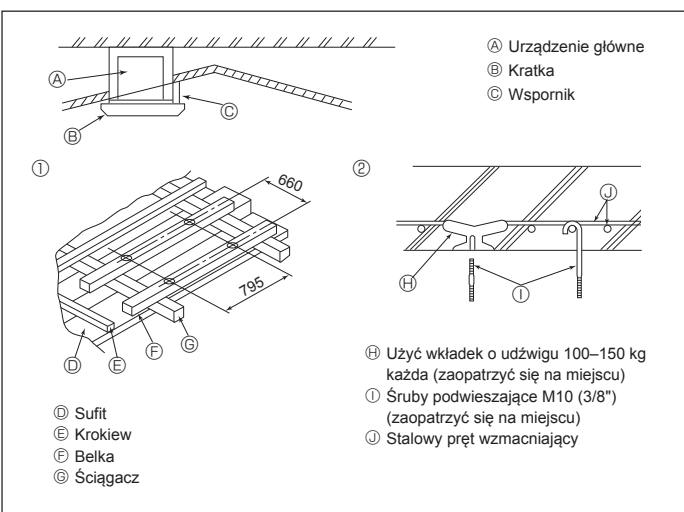

Fig. 3-5
3.5. Konstrukcja podwieszenia (miejsce podwieszenia powinno mieć wytrzymałą konstrukcję) (Fig. 3-5)